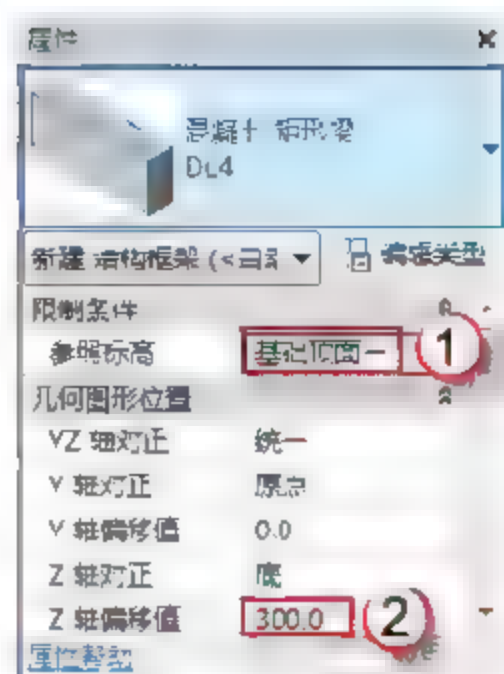
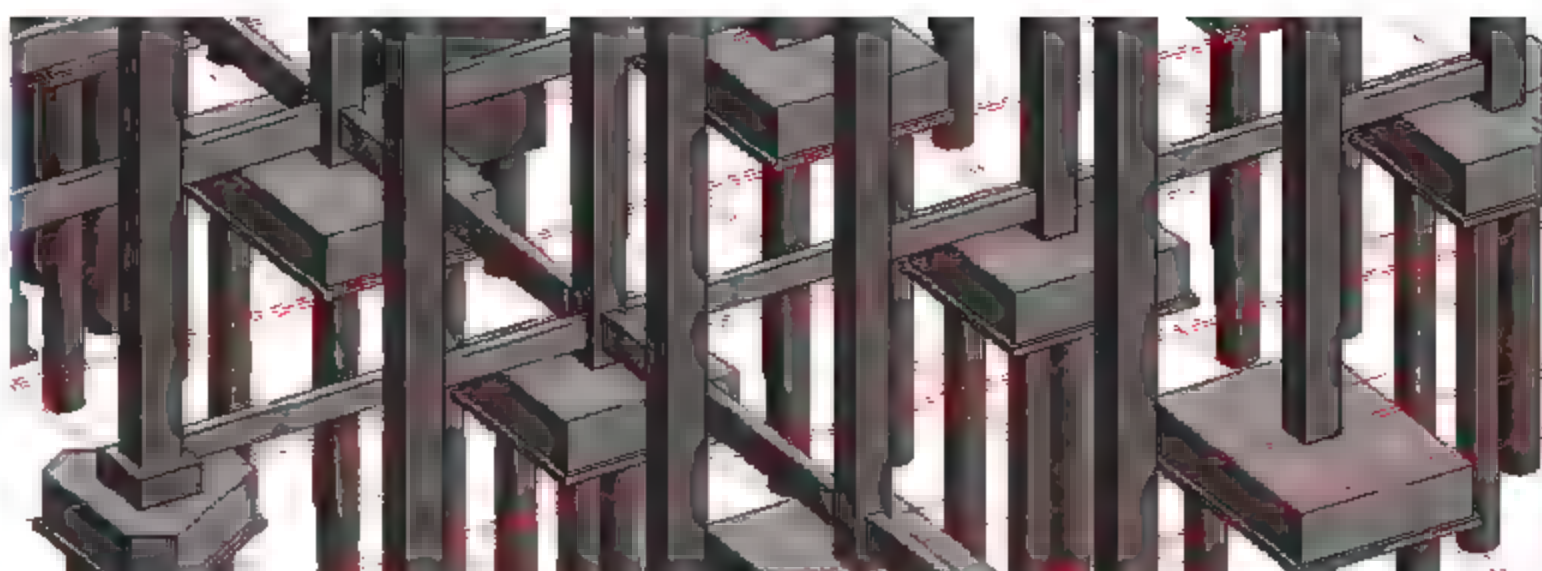

图 3.1.59 设置 Z 轴偏移值
图 3.1.60 绘制 DL4
(11) 绘制 DL4。选择“结构”→“梁”命令，在“属性”面板中调整参数标高（基础顶面-），Z 轴偏移值 300 个单位，如图 3.1.59 所示。找到 DL4 的位置从一侧向另一侧绘制，如图 3.1.60 所示。